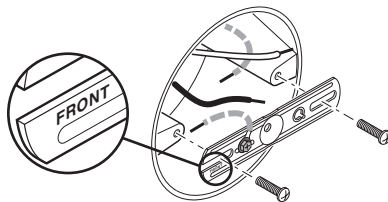

Figura 1
2. Instale el soporte de montaje con la palabra estampada "FRONT" de espaldas a la caja de conexiones (vea la Figura 1). Use los tornillos del soporte de montaje que mejor se adapten a la caja de conexiones.